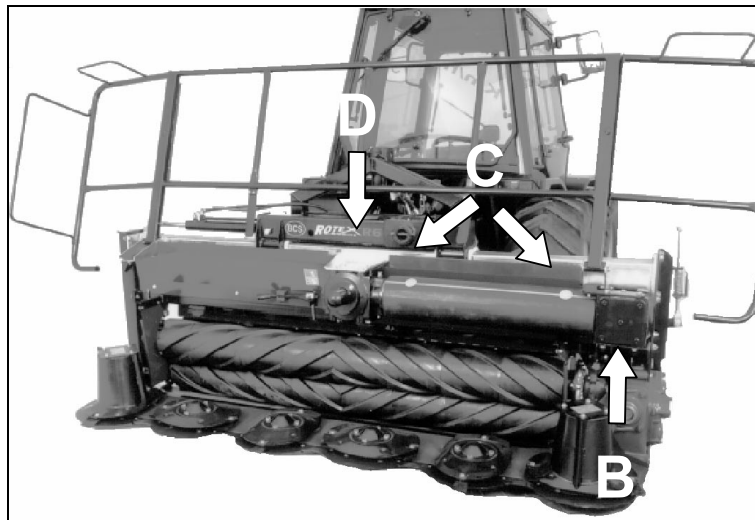

fig.17
- Ogni 20 ore di lavoro togliere i due tappi di plastica **C** (fig. 17) sulla protezione dell'albero cardanico e ingrassare nei punti previsti (grasso Agip GREASE 30).
Scatole trasmissione coppia conica **B e D** (fig.17)
- Every 20 work hours remove the two plastic caps **C** (fig. 17) on the cardan shaft casing and grease selected areas (AGIP GREASE 30).
Bevel gear pair transmission box **B and D** (Fig.17)
- Toutes les 20 heures de travail il faut enlever les deux bouchons en plastique **C** (fig.17) placés sur la protection de l'arbre à cardan et lubrifier aux endroits prévus (graisse Agip GREASE 30).
Boîtes transmission du couple conique **B et D** (fig.17)
- Cada 20 horas de trabajo quitar los 2 tapones de plástico **C** (fig.17) existentes en la protección del árbol de Cardán y engrasar los puntos previstos (grasa Agip GREASE 30).
Caja de transmisión engranaje cónico **B y D** (fig.17)
- Alle 200 Betriebsstunden die beiden Plastikdeckel **C** an der Abdeckung der Kardanwelle abnehmen (Abb.17) und an den vorgesehenen Stellen fetten (Agip GREASE 30 Fett).
Gehäuse des Kegelradtriebs **B und D** (Abb.17)